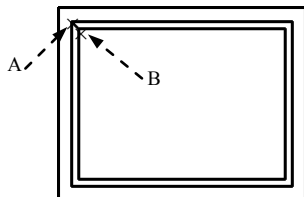

图 17.5.5 绘制直线 1
Step5. 绘制图 17.5.5 所示的直线 1。选择下拉菜单 **绘图** → **直线** 命令, 选取图 17.5.5 所示的点 A 为起点, 选取图 17.5.5 所示的点 B 为终点, 按 Enter 键结束。